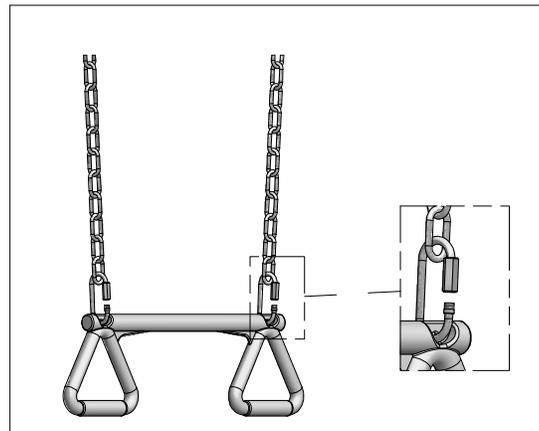

FIG. 3
FIXEZ LA BARRE DE TRAPÈZE AUX (2) CHAÎNES «KN» À L'AIDE DES (2) À L'AIDE DES MAILLONS RAPIDES «FA», TEL QU'ILLUSTRÉ. (FIG. 3)